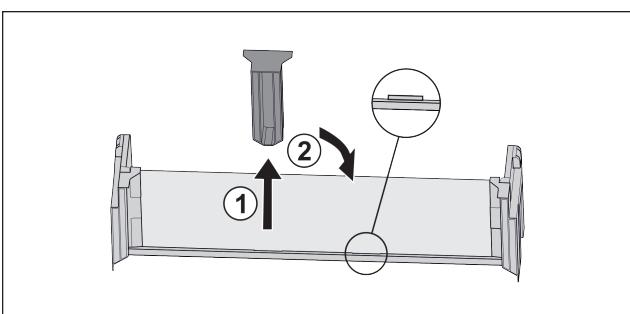

Fig. 54
► Stiahnite stredný prídružný diel Fig. 54 (1).
► Nasadte stredný prídružný diel do druhej pozície Fig. 54 (2).